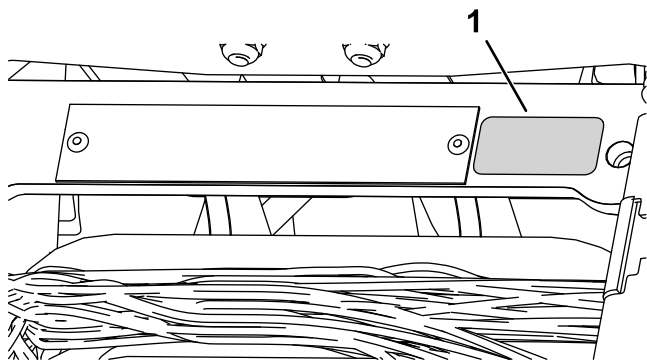

図 14
- シリアルプレートの近くに製造年デカルを貼りつける 図 14。